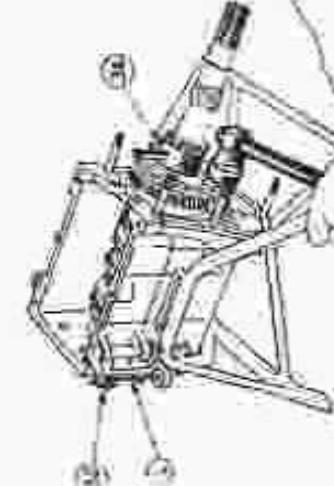

Fig. 66. — Extraction du roulement AR.
- Monter la fourchette 3 A qui maintient l'engrenage (fig. 66).
Monter le bouton 3 A qui maintient l'engrenage (fig. 66).
Monter le bouton 3 C qui maintient l'engrenage (fig. 66).